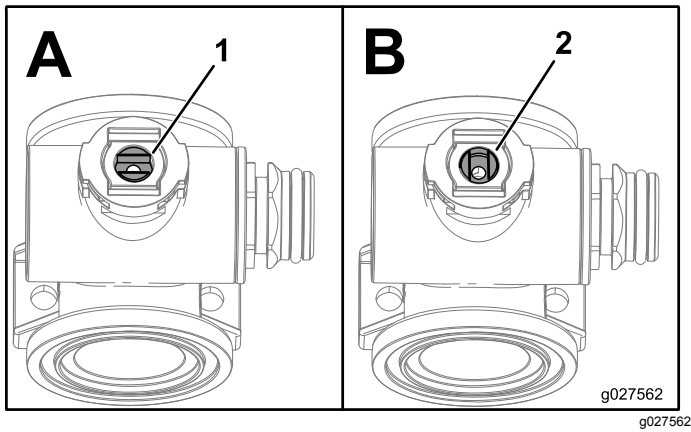

Figure 109
7. Tournez la tige de la valve de sorte à fermer la valve (B sur la Figure 109).